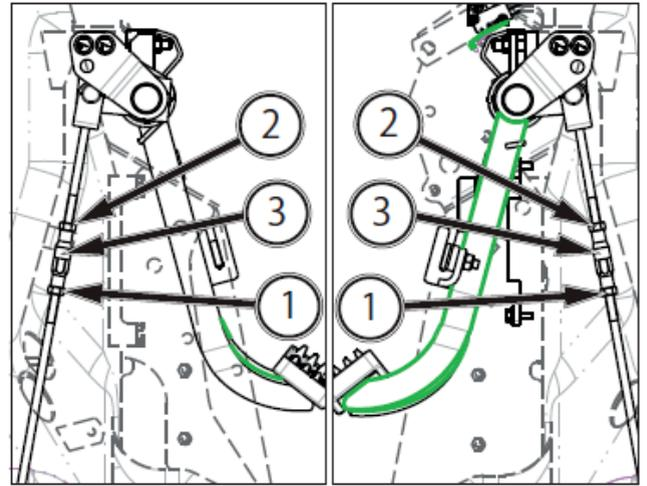

FIG. 126
FIG. 126: Afloje la tuerca de bloqueo (1) (rosca derecha) y la tuerca de bloqueo (2) (rosca izquierda). Ajuste el manguito (3) para obtener el recorrido correcto del pedal del freno. Repita el procedimiento para el otro freno de forma que el recorrido sea el mismo en los dos pedales. Apriete las tuercas de bloqueo contra los manguitos.